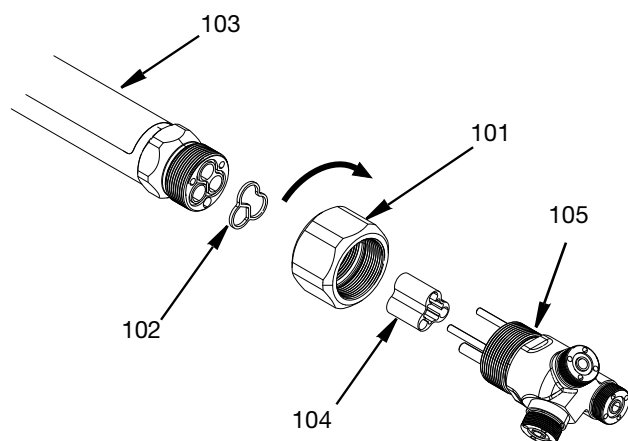
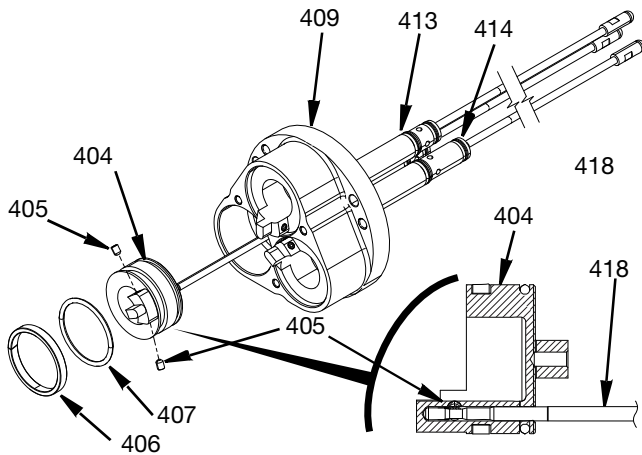

ABB. 29
ABB. 32
1. Setzen Sie die Adapterdichtung (102) in das Ende der langen Rohrbaugruppe (103) ein. Das Ventilabsperrlager (104) auf die Kugelabsperrnadeln (418) montieren.
**HINWEIS:** Das offene Ende des Ventilabsperrlagers (104) muss in Richtung der Dosierdüsen zeigen.
2. Tragen Sie Gleitmittel auf die Gewinde der langen Rohrbaugruppe (103) und der 3-Kopf-Adapterbaugruppe (105) auf.
3. Setzen Sie die Spanschrauben-Sicherungsmutter (101) auf das Gewindeende der langen Rohrbaugruppe (503), aber schrauben Sie sie nicht auf.
- Setzen Sie die Passstifte der 3-Kopf-Adapterbaugruppe (105) in die lange Rohrbaugruppe (103) ein. Drehen Sie die Spannmutter vom Drehgelenkgehäuse aus betrachtet im Uhrzeigersinn, so dass die Gewinde der langen Rohrbaugruppe (103) und der 3-Kopf-Adapterbaugruppe (105) gleichzeitig ineinander greifen. Ziehen Sie die Mutter mit einem Drehmoment von  $101,69 \text{ N}\cdot\text{m}$  ( $75 \text{ ft}\cdot\text{lbs}$ ) an. Siehe ABB. 29.
- Eine dünne Schicht Lithiumfett auf die Kugelabspernnadeln (418) auftragen und durch die kurzen und langen Lagerdichtungsführungen (413 und 414) stecken.
- O-Ringe (407) und Führungsringe (406) auf die Kolben (404) montieren.
- Kolben (404) auf Kugelabspernnadeln (418) setzen ABB. 29 die Bohrungen des Luftzylindergehäuses (409), bis die Kolben in den Bohrungen des Luftkolbengehäuses aufliegen. Siehe ABB. 32.